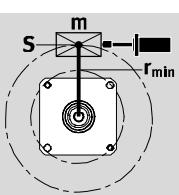

Fig. 6
- Veiller au respect des éléments suivants (Fig. 6) :